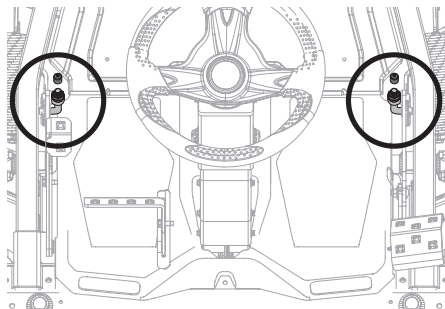

Figura 39
- a. Quite la tapa de extremo de las varillas de ajuste de elevación de la plataforma delanteras y resérvelas para volver a instalarla (Figura 39).
- b. Gire ambos pernos delanteros en sentido horario para elevar la inclinación de la plataforma delantera o en sentido antihorario para bajar la inclinación de la plataforma delantera, dependiendo del ajuste necesario. Ajuste cada perno igualmente (Figura 39).